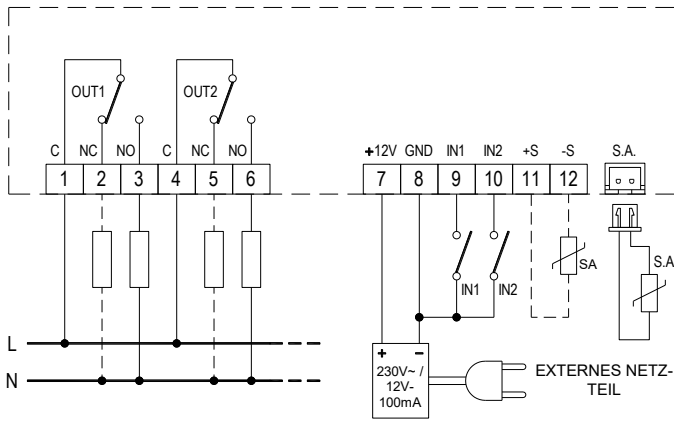

Abb. 7: Anschlussdiagramm
⑤ Führen Sie die elektrischen Anschlüsse nach dem passenden Schaltdiagramm aus (siehe Abb. 7 - 8 und Absatz „Elektrische Anschlüsse“).
Gehen Sie nach dem in Abb. 7 gezeigten Anschlussschema vor. Die Wechselkontakte des Relais der beiden Ausgänge stehen an den Klemmen 1 .. 6 zur Verfügung. Die Relaiskontakte sind spannungsfrei und sind in der Lage, Stromkreise, wie im Schaltdiagramm gezeigt, zu aktivieren. Ein externer Temperatursensor kann entweder an die Klemmen 11 und 12 oder den SA-Steckverbinder angeschlossen werden. Die Klemmen 9 und 10 entsprechen jeweils den Eingängen EING1 und EING2, deren Status von der Schnittstelle erfasst wird. An diese Eingänge kann ein beliebiger elektrischer Kontakt angeschlossen werden, wie im Schaltdiagramm gezeigt. Es ist jedoch wichtig, einen spannungsfreien Kontakt zu verwenden, d. h. einen, der nur mit der Schnittstelle und nicht mit einem anderen elektrischen Gerät verbunden ist.
Um einen Raumtemperatur-Messwert zu erhalten, muss ein externer Fühler an den „SA“-Steckverbinder (Abb. 7) angeschlossen werden. Alternativ dazu schließen Sie die